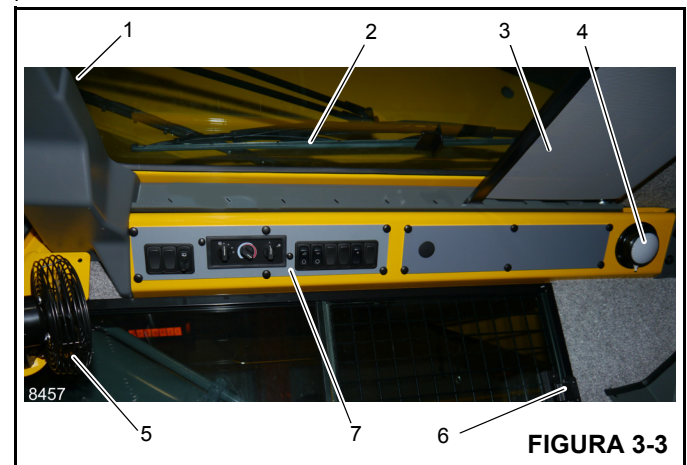
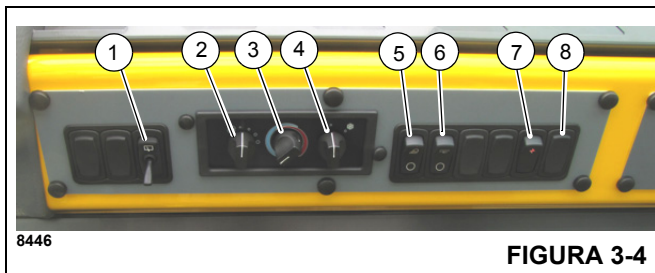

FIGURA 3-3
FIGURA 3-4
El pestillo de la ventana del techo (1) (Figura 3-3) se encuentra en la parte delantera de la ventana. Apriete el pestillo y deslice la ventana hacia atrás para abrirla. Para cerrar, deslice la ventana hacia adelante hasta que el pestillo se trabase.
El limpiacristal de la ventana del techo (2) (Figura 3-3) se controla por medio del interruptor del limpiacristal de la ventana del techo (4) (Figura 3-4), y su funcionamiento es controlado por el motor del limpiacristal.
La visera de la ventana del techo (3) (Figura 3-3) reduce la luz solar directa. La visera es autorretraíble y se puede utilizar para filtrar el ingreso de luz solar o se puede ajustar hacia atrás y trabarse en las muescas provistas.
La luz interior de techo (4) (Figura 3-3) se encuentra en la esquina trasera derecha de la consola superior de la cabina y provee iluminación a la cabina. La luz de techo interior se controla por medio de un interruptor ubicado en la lámpara misma.
El ventilador de circulación de la cabina (5) (Figura 3-3) se encuentra en el lado delantero izquierdo de la cabina, encima del marco de la ventana. Una unión giratoria permite girar el ventilador y en su base se encuentra el interruptor de control. El interruptor tiene las posiciones alta, baja y apagado.
La ventana del lado derecho de la cabina se puede abrir. Apriete el pestillo (6) (Figura 3-3) para soltar la traba y deslícela hacia adelante. Para cerrar, deslice la ventana hacia atrás hasta que el pestillo se trabe.
El limpiacristal eléctrico se usa para quitar la humedad de la ventana en el techo. El limpiacristal de la ventana del techo es controlado por el interruptor del limpiacristal (1) (Figura 3-4). Este interruptor tiene 6 posiciones, incluido el ajuste de intermitente.
El interruptor de velocidad del ventilador del calefactor/acondicionador de aire (2) (Figura 3-4) controla la velocidad del ventilador de la cabina y el volumen de salida de aire caliente o frío. Los ajustes son apagado, velocidad baja, velocidad mediana y velocidad alta.
El interruptor de control del calefactor (3) (Figura 3-4) controla la temperatura de calefacción. Gire el interruptor hacia la derecha (sentido horario) para abrir la válvula para la calefacción. (El calor proviene del fluido calentado que circula por el serpentín del calefactor.) Gire el interruptor hacia la izquierda (sentido contrahorario) para cerrar la válvula, disminuir la circulación del fluido y reducir el calor.
El interruptor del acondicionador de aire (4) (Figura 3-4) controla el sistema de acondicionamiento de aire opcional. Los ajustes son apagado (O) y encendido (I).
El interruptor de luces de trabajo (5) (Figura 3-4) controla las luces de trabajo montadas en la parte delantera inferior de la cabina de la superestructura. Presione la parte superior del interruptor para encender las luces de trabajo. Presione la parte inferior del interruptor para apagar las luces de trabajo.
El interruptor de alimentación de funciones de grúa (7) (Figura 3-4) se encuentra en el tablero de control superior. Este interruptor de regreso automático permite al operador activar todas las funciones de la grúa a la vez o desconectar la energía eléctrica de las funciones de la grúa controladas por los controladores remotos en los apoyabrazos. Al pulsarlo, se activan todas las funciones de la grúa. Al pulsarlo una segunda vez, se desactivan todas las funciones de la grúa. Desactive todas las funciones de la grúa para impedir el accionamiento inesperado de las funciones si se tocan los controladores durante el transporte o cualquier otra operación.
El interruptor del DPF (filtro de partículas diésel) del motor (8) (Figura 3-4) se encuentra en el lado derecho del tablero de control superior. Es un interruptor de tres posiciones: inhibir limpieza, permitir limpieza activa e iniciar limpieza manual. La posición central permite que la limpieza ocurra
El indicador de limpieza del sistema de escape (25) se encuentra en la pantalla del CCS (Figura 3-14). Cuando el interruptor de limpieza (8) (Figura 3-4) está en la posición de limpieza de sistema de escape, este indicador ámbar se ilumina y se inhabilita el proceso de limpieza activa y manual del sistema de escape.